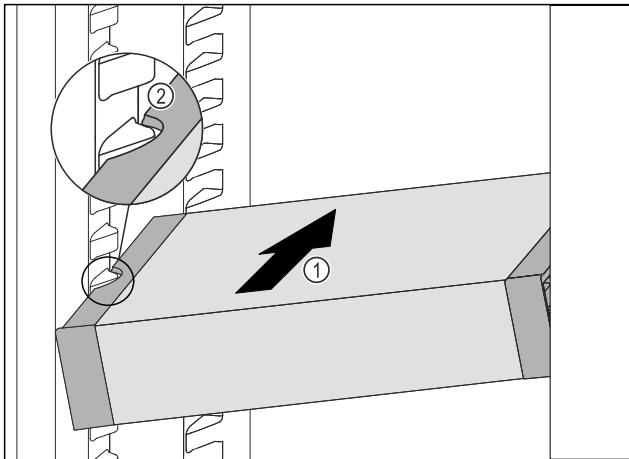

Fig. 47
- Insérer le VarioSafe en biais dans la partie réfrigérateur Fig. 47 (1) jusqu'à ce que les encoches latérales Fig. 47 (2) du VarioSafe se trouvent à la hauteur de la nervure du bac dans la partie réfrigérateur.